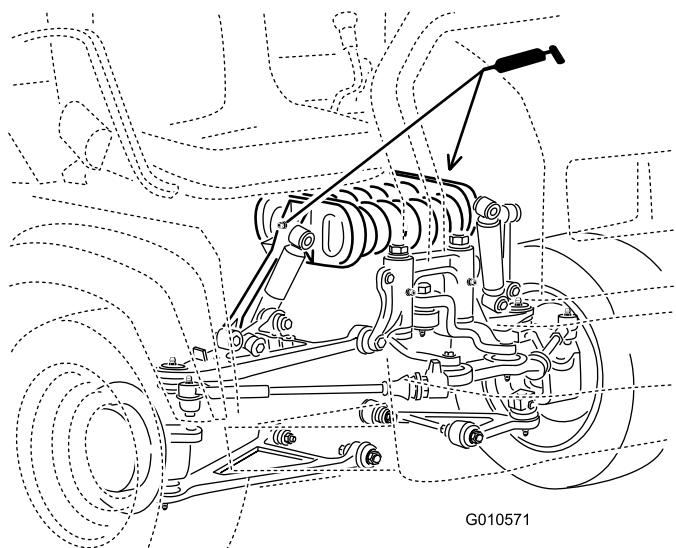

Figure 30
- **Tourelle de suspension (2);** voir Figure 30